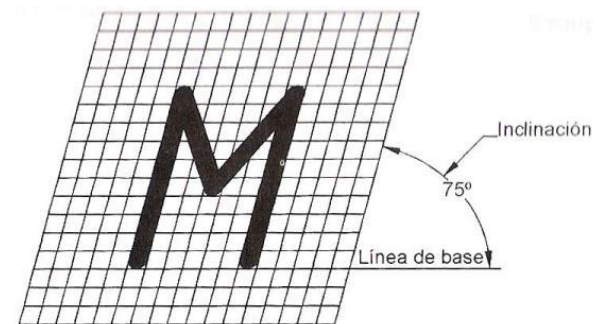

Figura 2
2) Letras mayúsculas y minúsculas sin signos diacríticos (ver figura 2).